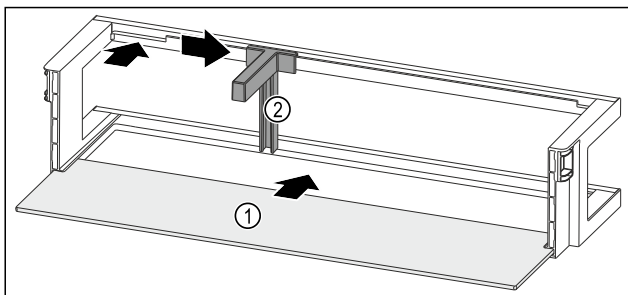

Fig. 163 Dveřní přihrádka s odkládací plochou
- ▶ Odkládací plochu Fig. 163 (1) zasuňte do bočních vybrání.
- ▶ Držák lahví Fig. 163 (2) vložte do vybrání.
- ▶ Držák lahví Fig. 163 (2) posuňte na stranu do požadované polohy.